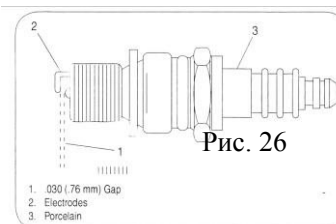

Рис. 26
4. Проверьте расстояние между электродами калибром толщины и установите зазор 0,76 мм при необходимости. См. рис. 26